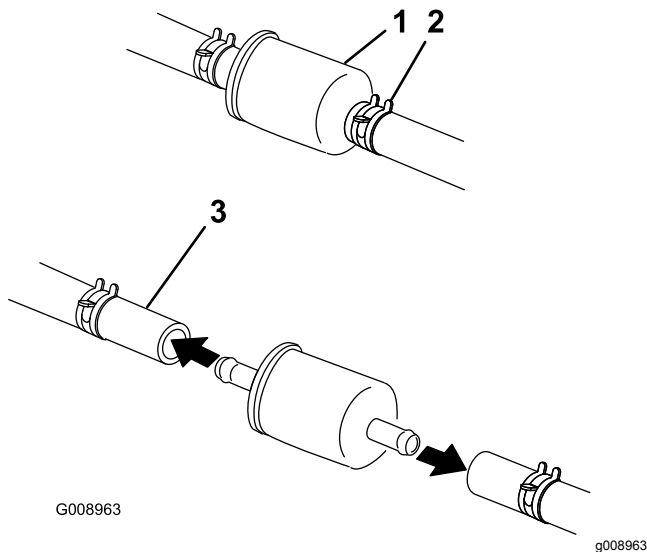

Bild 50
5. Schließen Sie den Kraftstoffhahn unter dem Sitz (Bild 50).
8. Setzen Sie einen neuen Filter ein und schieben Sie die Schlauchklemmen an den Filter heran (Bild 50).
6. Drücken Sie die Enden der Schlauchklemmen zusammen und schieben Sie sie vom Filter weg (Bild 50).